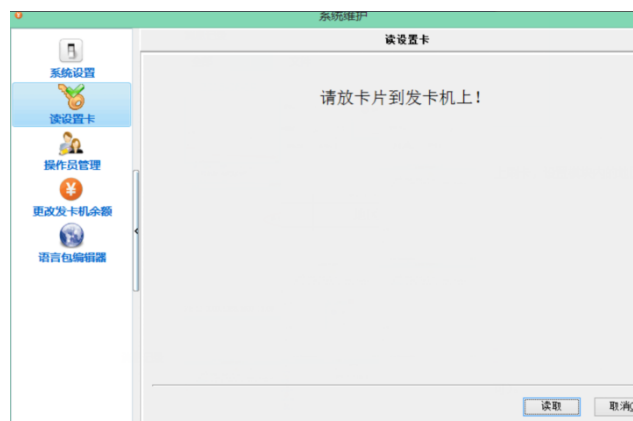

图 12 设置卡读取
4. 让代理商将充值软件打开，点击  系统维护 后点击  读设置卡 ，进入如图 12 所示界面。